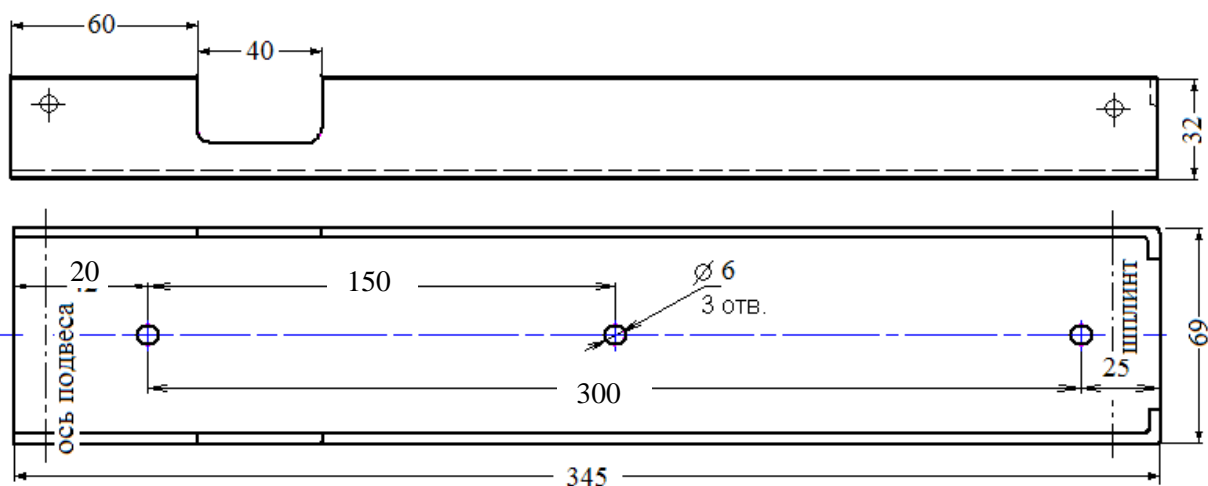

Рис. 4. Крепёжная площадка МПП «Гарант-D»
6.2. Закрепить крепёжную(ые) площадку(и) модуля(ей) в соответствии с определёнными местами (по проекту). Координаты отверстий для крепления модулей «Гарант-D» показаны на рис. 4.